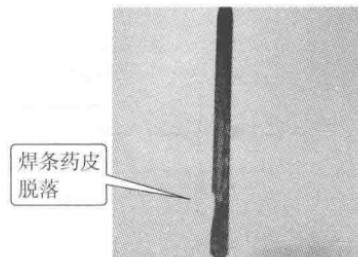

图 1.7 焊条药皮脱落
(1) 焊条的偏心度大。焊条在制造过程中因工艺不当会发生少量比例的焊条偏心。焊接时,若焊条部分药皮脱落,焊接时由于药皮熔化不均匀,电弧将向药皮熔化速度较快或无药皮一侧偏吹。图 1.7 所示为焊条药皮脱落的情况。